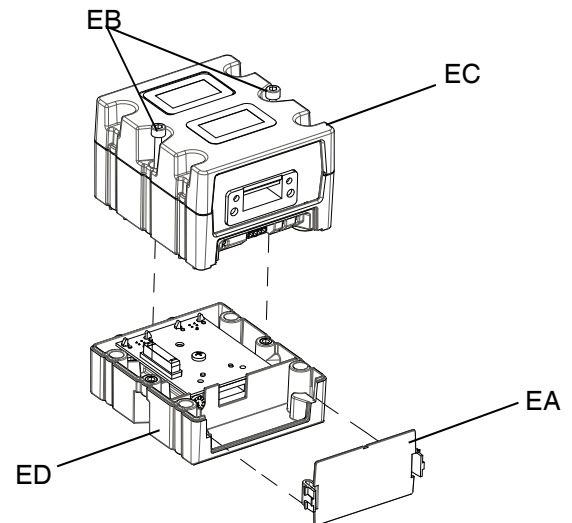

ABB. 60: Demontage des CGM
4. Die Abdeckung vom CGM (EA) abnehmen. Die beiden Schrauben (EB) lösen und das CGM (EC) vom Sockel (ED) lösen, wie dargestellt in ABB. 60.